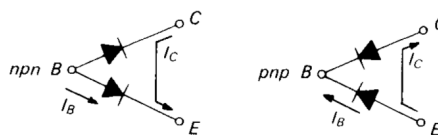

Figura 2: Tranzistorul măsurat folosind un multimetru setat pe modul "tester de diodă"
2. Joncțiunile PN (bază-emitor, bază-colector) pot fi analizate similar diodelor (Figura 2). Dioda bază-emitor este polarizată direct, iar dioda bază-colector este polarizată invers;